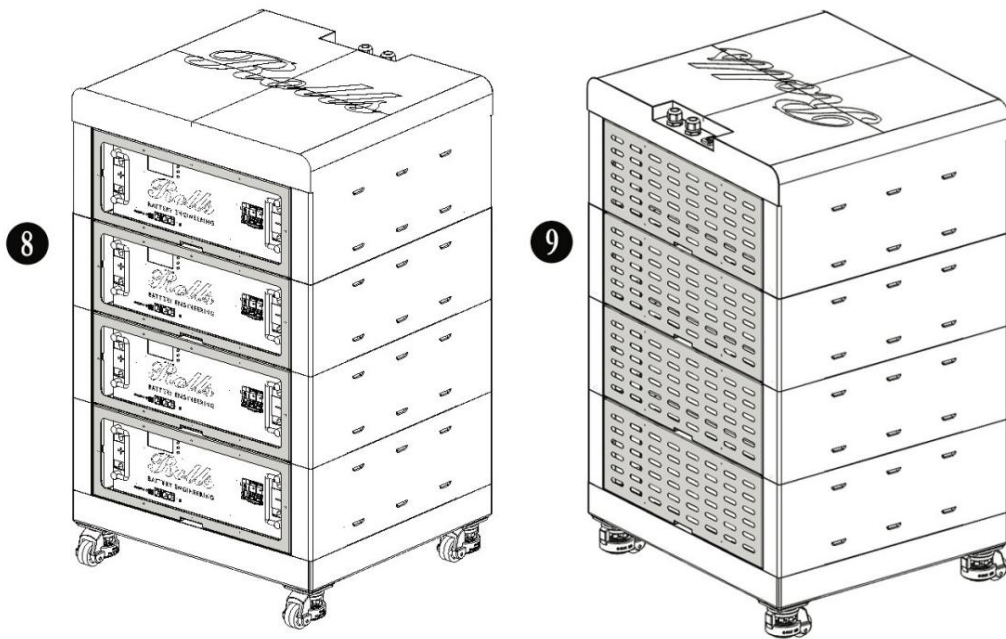

Figura 6.0
1.10 Por último, los cuatro paneles frontales I y los cuatro paneles traseros J se fijan al conjunto del gabinete con los imanes integrados como se muestra en la Figura 6.0. Estos paneles brindan protección y se quitan fácilmente para permitir el acceso a la parte delantera o trasera de cada batería.